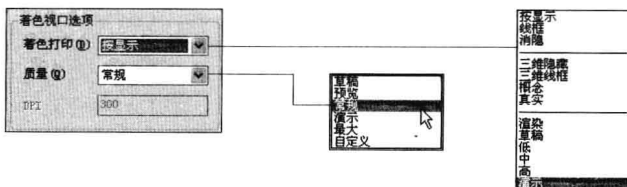

图 10-1-10
(15) 在着色视口选项下，选择“着色打印”方式“按显示”，“质量”等级选择“常规”，如图 10-1-10 所示。